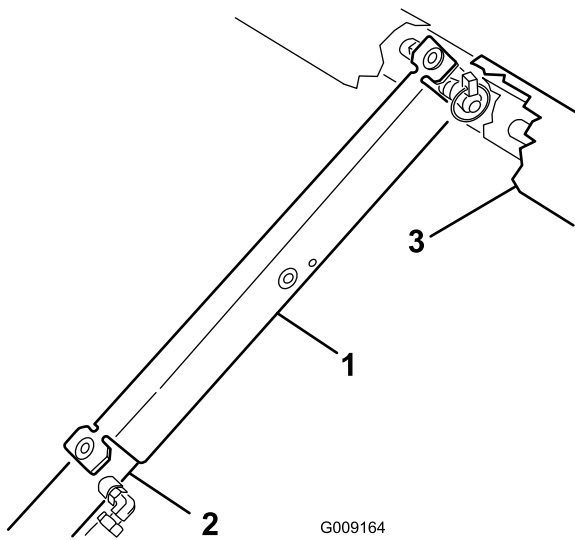

Figura 79
8. Introduza o apoio da plataforma na haste do cilindro, assegurando que as linguetas encostam à extremidade do cilindro e à extremidade da haste do cilindro de elevação (Figura 79).